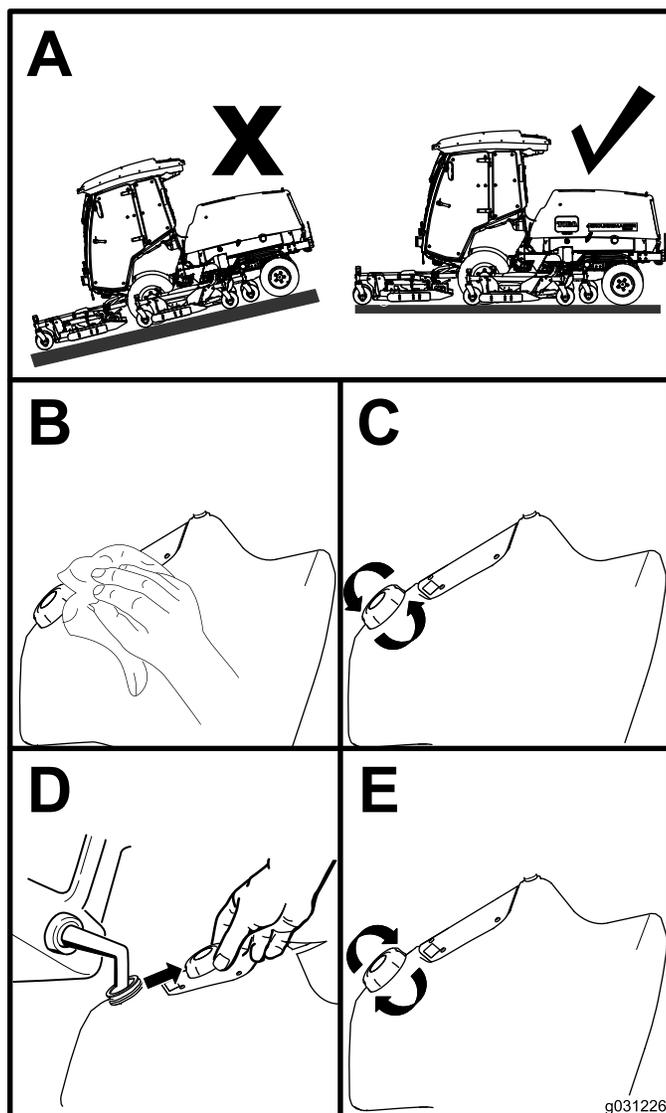

Рисунок 16
1. Поставьте машину на ровной поверхности (**Рисунок 16**).